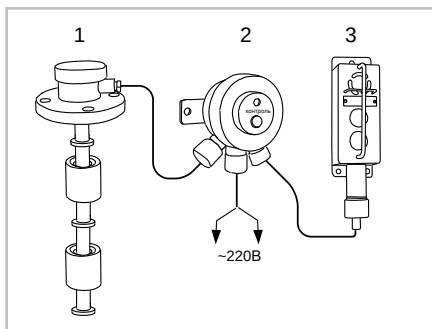

Рис.6
Система для предотвращения переполнения резервуара с мазутом (рис. 6). В резервуаре установлен датчик ПМП-185 (1). Рядом с резервуаром установлены: устройство БП-9В-0,3А-КН- ВЗ (2) и светозвуковой сигнализатор ВС-5-2СФ-ГС (3).